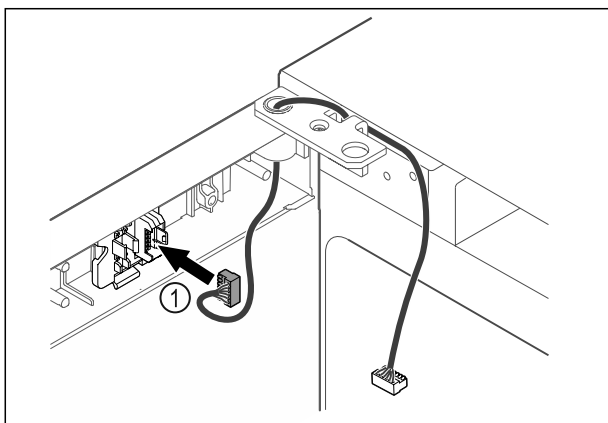

Fig. 39
- ▶ Sätt in kontakten Fig. 39 (1) i kontakthållaren.